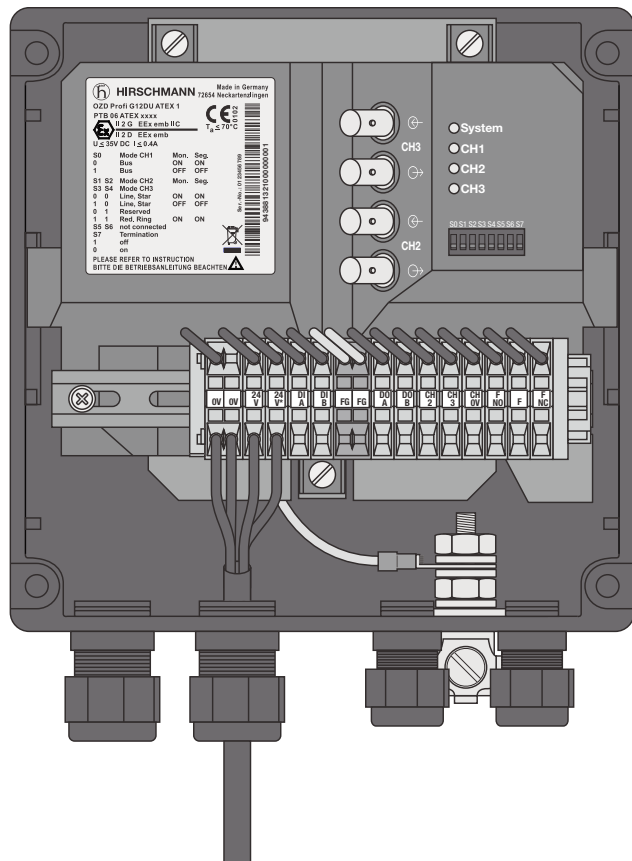

Abb. 31: Leitungsdurchführung Versorgungsspannung beim OZD Profi G12DK ATEX 1 (OZD Profi ... DE ... : analog)
- ▶ Führen Sie RS Leitung für die Betriebsspannung beim OZD Profi G12DK ATEX 1 und OZD Profi G12DE ATEX 1 wie in Abbildung 31 gezeigt durch die Kabelführungen (PG-Verschraubungen).